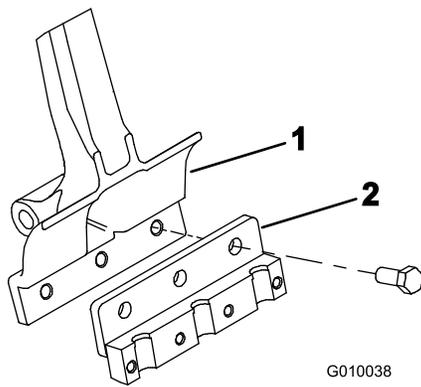

図 23
2. 各タイヤ・アームにタイヤ・ホルダーを取り付ける(図 23); ボルト(1/2 x 1-1/4 in) 3 本を使用。ボルトを101.6N·m(10.4kg·m)にトルク締めする。